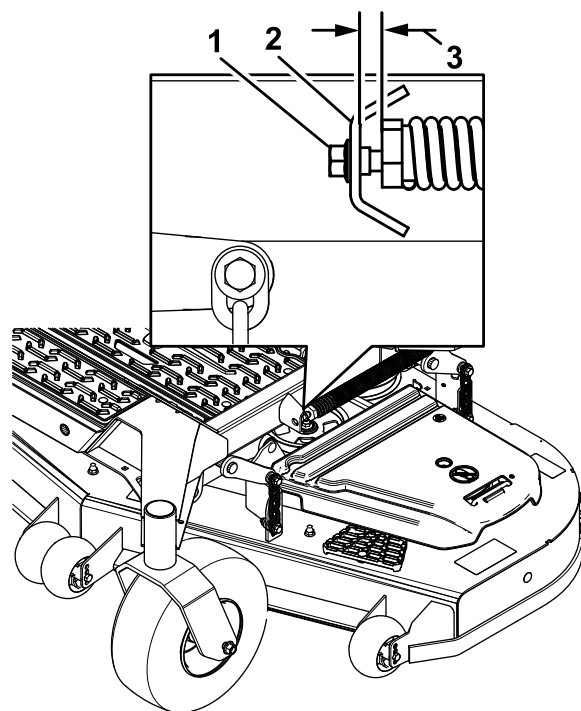

**Figura 80**
7. Verifique a nivelção da lâmina da frente para trás (Figura 80). Certifique-se de que a extremidade da lâmina dianteira é inferior à extremidade da lâmina traseira como se mostra na tabela da altura do calço e ancinho. Se necessitar de ajuste, continue com o procedimento.